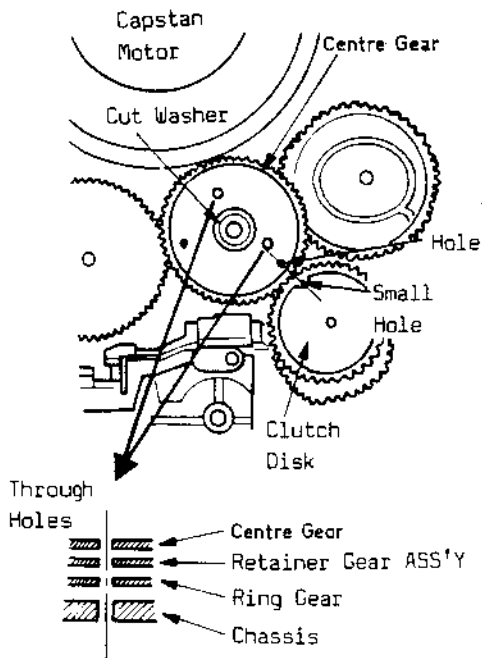

Fig.4-7
- Das mittlere Zahrrad Pos. 113(2) so auf dem Zwischenfahrads Pos. 114(2) montieren, daß das Loch im mittleren Zahrrad genau auf einer Linie mit dem Loch im Zwischenfahrads liegt. Jetzt fluchtet auch ein anderes Loch im mittleren Zahrrad mit dem kleinen Loch in der Kupplungsscheibe Pos. 116(2), siehe Fig. 4-7. Anschließend die Unterlegscheibe Pos. 100(2) einbauen.